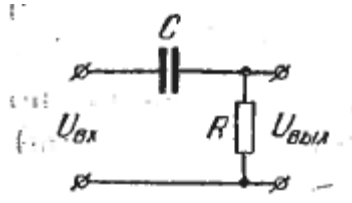

Рис. 3 Схема к задаче 5.
3. Найти передаточную функцию и дифференциальное уравнение пассивной электрической цепи (рис. 3) относительно напряжений u_1 и u_2 .
7. Построить амплитудно-фазовую характеристику цепи RC, представленной на рис. 3. $R = 1$ ком, $C = 10$ мкф.